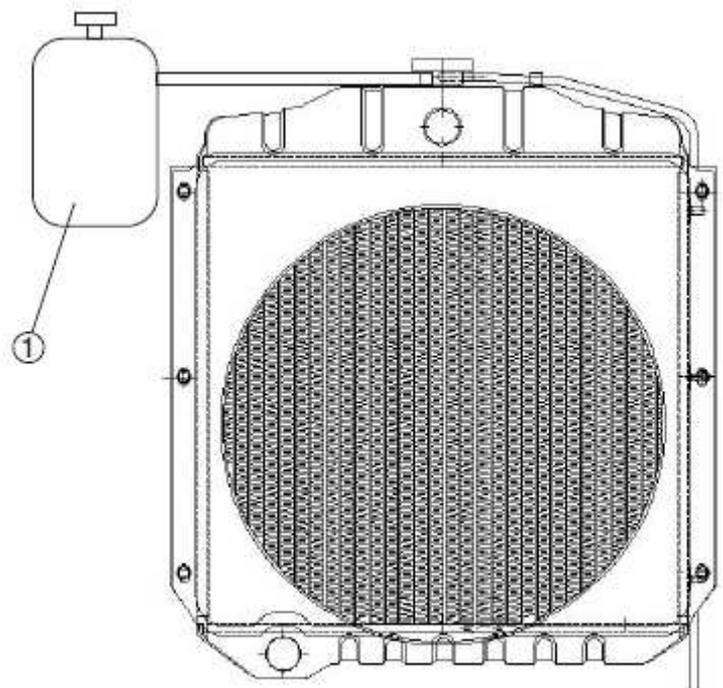

Fig. 5-10
### Reservatório de expansão (1) do circuito de arrefecimento Fig. 5-10